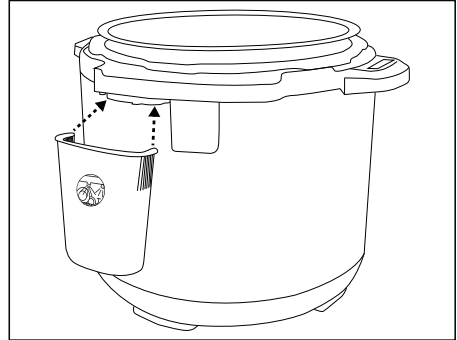

Abb. 3
- 2) Schieben Sie den Kondenswasserbehälter **16** auf die Halterung **15** (Abb. 3). Im Kondenswasserbehälter **16** wird Wasser aufgefangen, das bei den Kochvorgängen kondensiert.